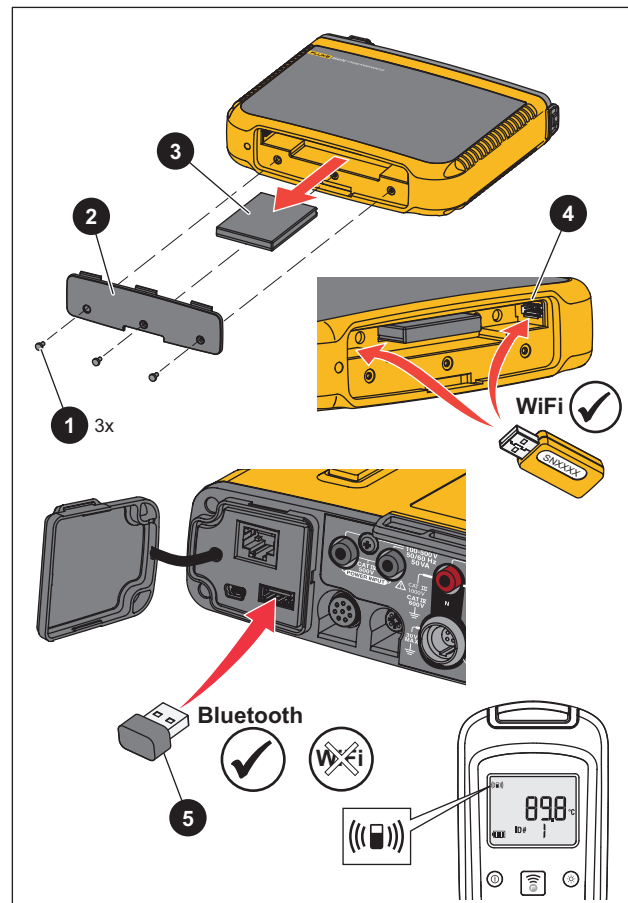

Рисунок 1. Установка переходника
1. Выверните три винта крышки батарейного отсека. См. Рисунок 1.